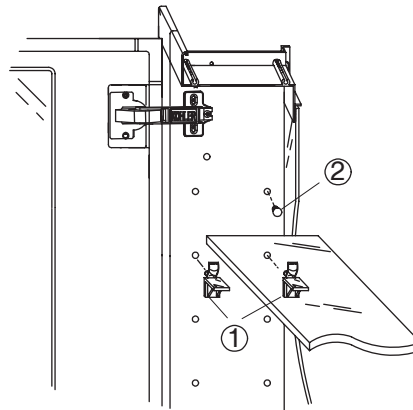

Fig.9/ รูปที่ 9
2. Fill the remaining holes with the plugs, see 2 in Fig.9.